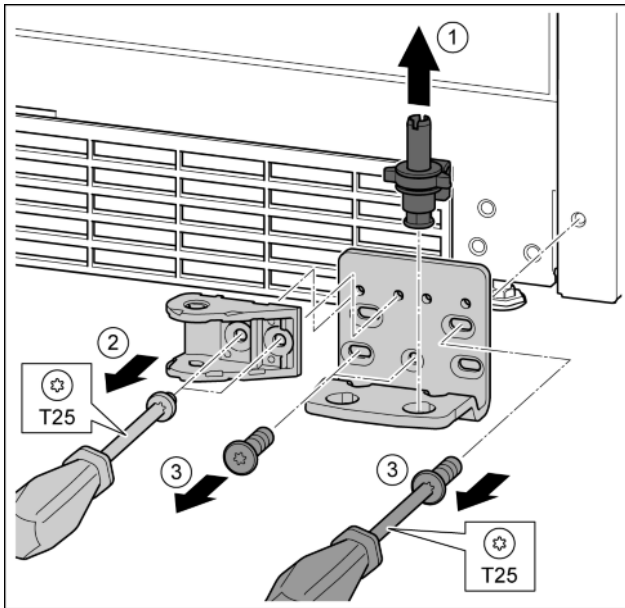

Fig. 29
- ▶ Lagerbolzen komplett nach oben herausziehen. *Fig. 29 (1)*
- ▶ Schrauben mit Schraubendreher T25 herausdrehen und Schließdämpferverbindung abnehmen. *Fig. 29 (2)*
- ▶ Schrauben mit Schraubendreher T25 herausdrehen und Lagerbock abnehmen *Fig. 29 (3)*